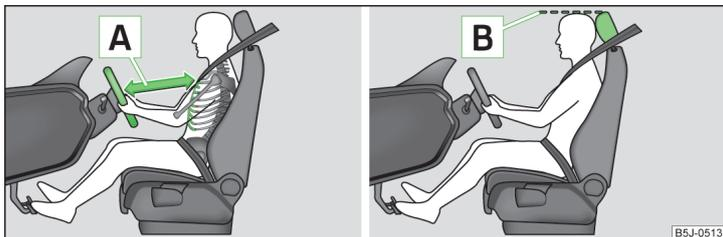

Fig. 1 Distancia correcta del conductor al volante / Ajuste correcto del reposacabezas
- ✓ Ajustar el volante de tal modo, que la distancia **A** entre el volante y el esternón sea, como mínimo, de 25 cm» fig. 1. Ajustar el volante » página 10, Ajustar la posición del volante.
- ✓ Ajustar el reposacabezas de tal modo que el borde superior del mismo se encuentre dentro de lo posible a la misma altura que la parte superior de su cabeza [B] » fig. 1 de la página 10 » página 10.
- ✓ Ajuste el reposacabezas de tal modo que el borde superior del mismo se encuentre, en la medida de lo posible, a la misma altura que la parte superior de la cabeza [B] » fig. 1 de la página 10 » página 10.